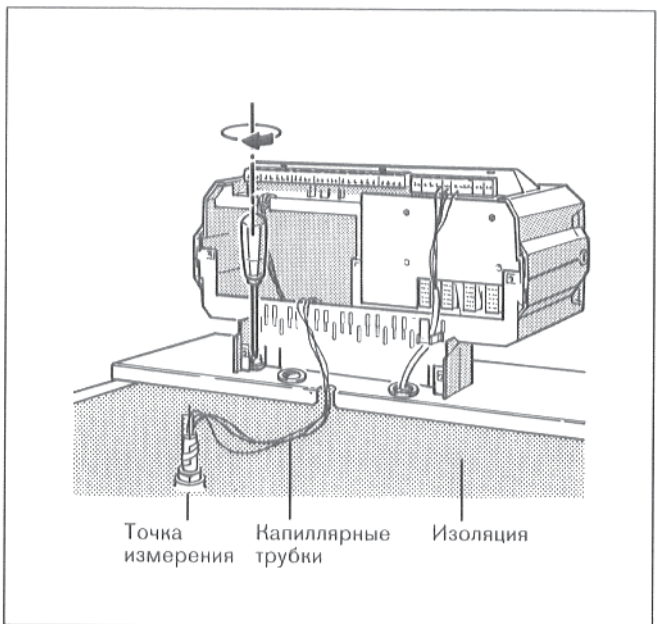

Рис. 24
- Привинтить регулятор двумя винтами, в задних углах кабельного ввода, на переднем кожухе (рис. 24).
- Проложить капиллярные трубки и провод датчика на изоляции котельного блока, назад к точке измерения (рис. 24).